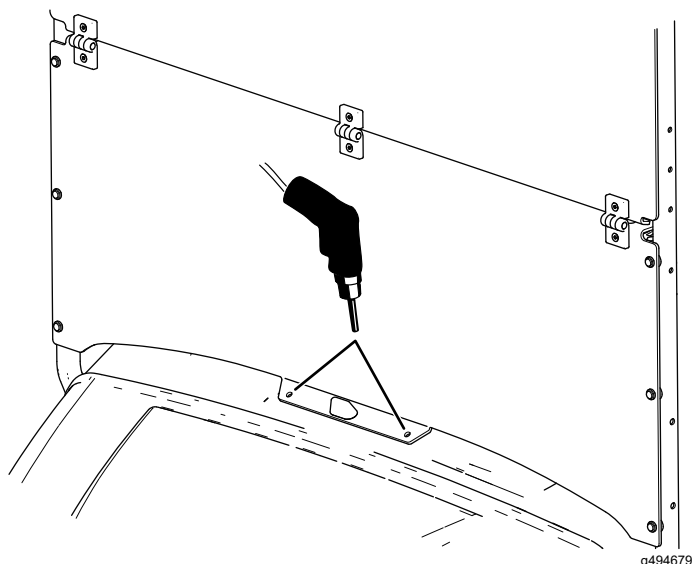

Figura 9
- Utilizando o para-brisas como modelo, faça dois furos (8 mm) no painel de instrumentos (Figura 9).